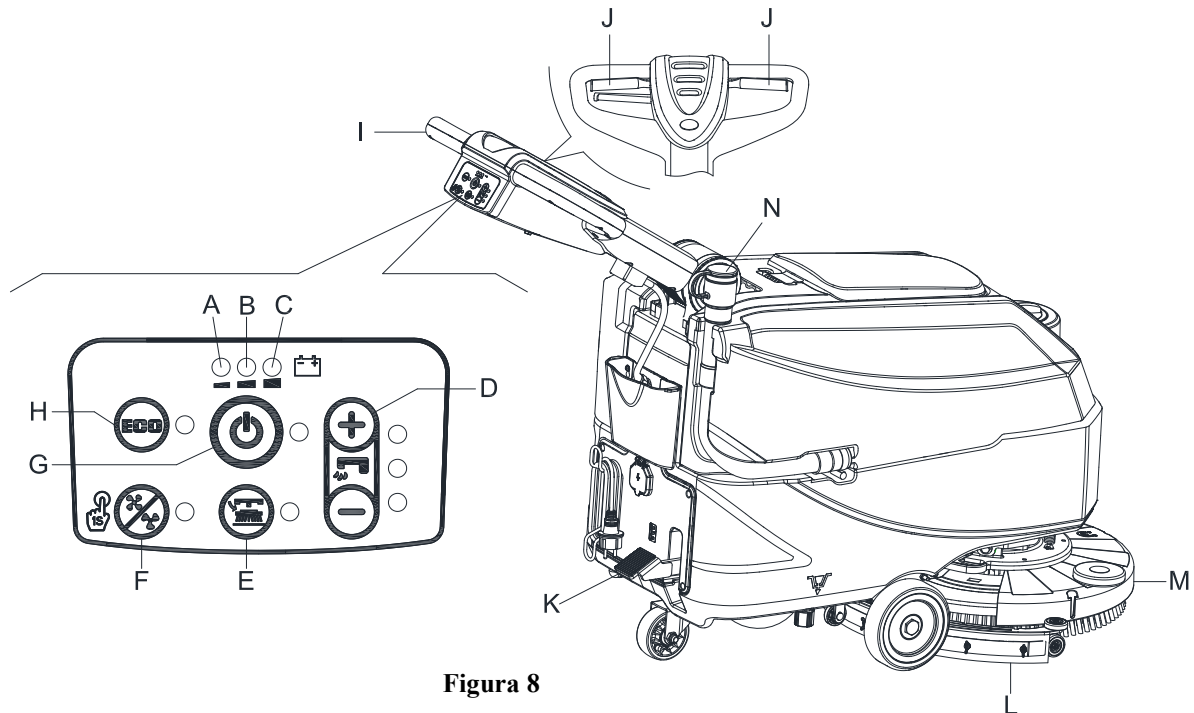
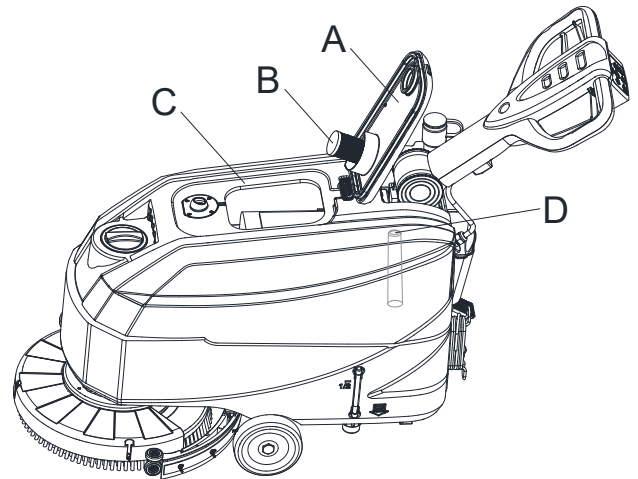

Figura 8
Figura 10
2. Empuje la máquina hacia la zona que se quiere limpiar, empujándolo con las manos el manillar (I, Figura 8).
3. Baje el cabezal del cepillo/porta-pad (M, Figura 8) y la boquilla (L) levantando el pedal (K).
4. Pulse el interruptor de arranque (G, Figura 8). Compruebe si la luz de advertencia verde (C) se ilumina (batería cargada). Si se ilumina la luz de advertencia amarilla (B) o roja (A), cierre el interruptor de encendido (G, Figura 8) y cargue las baterías (consulte el procedimiento en el capítulo Mantenimiento).
5. Pulse los interruptores de control del flujo de agua de lavado (D, Figura 8), según sea necesario, dependiendo del tipo de limpieza a realizar.
6. Empiece a limpiar empujando la máquina con las manos usando el manillar (I) y presionando la palanca del interruptor de seguridad.
Para la marcha adelante, pulse la palanca del interruptor de seguridad (J, Figura 8) derecha o izquierda, o ambas.
- Mientras mantiene ambas manos en el manillar, presione la palanca del interruptor de seguridad (J, Figura 8), después maniobre la máquina e inicie el fregado/secado del suelo.
Cuando la luz de advertencia verde (C, Figura 8) permanece encendida, las baterías permiten el funcionamiento normal de la máquina. Cuando se apaga la luz de advertencia verde (C) y se enciende la luz de advertencia amarilla (B), es aconsejable cargar las baterías porque la carga remanente durará solo unos pocos minutos (según las características de la batería y la tarea a realizar). Si la luz roja de advertencia (A) está encendida, las baterías están completamente descargadas. Después de unos segundos, el cepillo/porta-pad se apaga automáticamente.
Un sistema de cierre del flotador automático (B, Figura 10) bloquea el sistema de aspiración cuando el depósito de agua sucia (C) está lleno. La desactivación del sistema de aspiración se indica mediante un aumento repentino en la frecuencia de ruido del motor del sistema de aspiración, y también el suelo no se seca.
Si el sistema de aspiración se apaga accidentalmente (por ejemplo, cuando el flotador se activa debido a un movimiento brusco de la máquina), para reanudar la operación: apague el sistema de aspiración pulsando el interruptor (G, Figura 8), abra la tapa (A, Figura 10) y compruebe que el flotador dentro de la rejilla (B) ha bajado al nivel del agua. Luego cierre la tapa (A) y ponga en marcha el sistema de aspiración pulsando el interruptor (G, Figura 8).
Cuando el depósito de agua sucia (C, Figura 10) está lleno, vacíelo de acuerdo con el siguiente procedimiento.
2. Levante el cabezal del cepillo/porta-pad (M, Figura 8) y la boquilla (L) pisando el pedal (K).
4. Vacíe el depósito de recuperación con el tubo (N, Figura 8). Luego, enjuague el depósito de recogida (C, Figura 10) con agua limpia.
5. Quite la tapa del depósito de recogida (A, Figura 10) y limpie el interior de la tapa y la rejilla del flotador del filtro (B) con agua limpia.
6. Controle el depósito de recogida (D, Figura 10) para ver si hay cuerpos extraños y después límpielo.